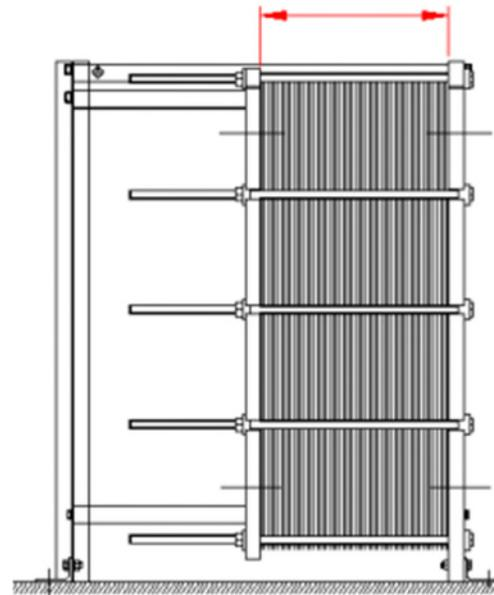

Figura 42: Paso 6 - Placaje máximo
- 6) Apriete el intercambiador de calor hasta la dimensión máxima de la placa especificada en el diagrama de disposición de las placas. La dimensión debe ser la misma en todas las barras de apriete (**Figura 42**).
Antes de la puesta en marcha, asegúrese de que el equipo esté ensamblado correctamente y que las tuberías estén conectadas adecuadamente. También compruebe que las placas se han comprimido a la dimensión correcta especificada en el plano del cliente (**Figura 42** y consulte la sección 9.0).